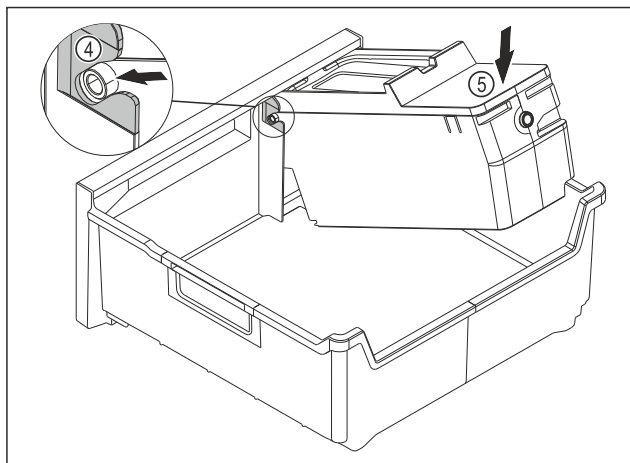

Fig. 175
- Montering af EasyTwist-Ice-legemet: Skub EasyTwist-Ice-legemets akser ind i føringerne Fig. 175 (4).
- Tryk EasyTwist-Ice-legemet Fig. 175 (5) ned bagtil.